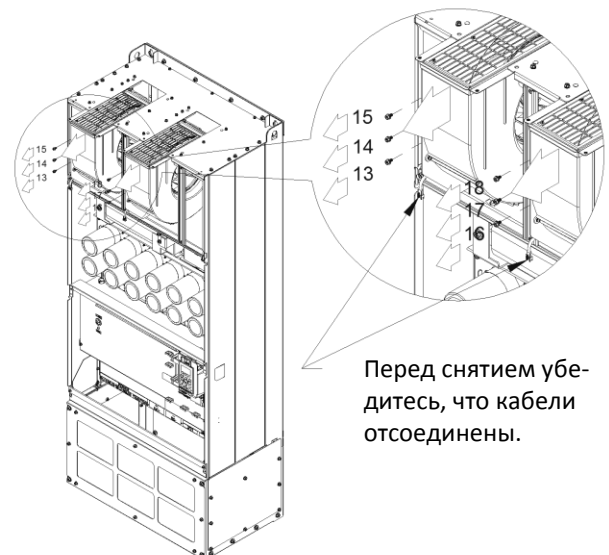

Рис. 4
4. Выкрутите винты 13–18 и снимите вентилятор. Момент: 24–26 кг-см / [20.8–22.6 ф-дм] / [2.4–2.5 Нм] (Рис. 4)